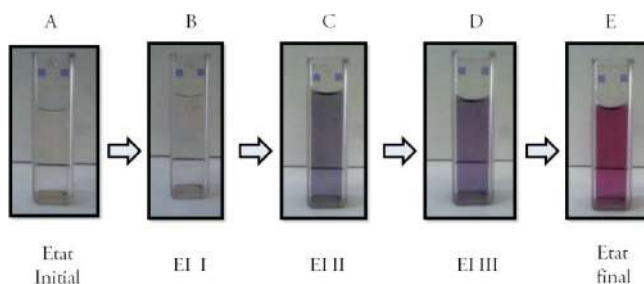

FIGURE 1 – Changements de couleurs observables pour la solution 1
5. Ajouter à la micropipette, **0,5 mL** de la solution de citrate de sodium. *Observation : on observe des changements de couleur, jaune, violet et rouge bordeaux (voir Fig.1) .*